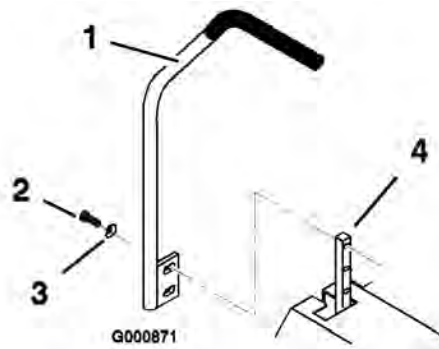

Bild 16
1. Entfernen Sie die beiden Schrauben und Wellenscheiben, mit denen der Schalthebel am Schalthebelarm befestigt wird (Bild 16).
2. Setzen Sie den Schalthebel in die nächste Lochposition. Befestigen Sie den Hebel mit den beiden Schrauben und Wellenscheiben. Sie müssen die kappenförmige Seite der Wellenscheiben in Richtung Schalthebelarm einführen (Bild 16).